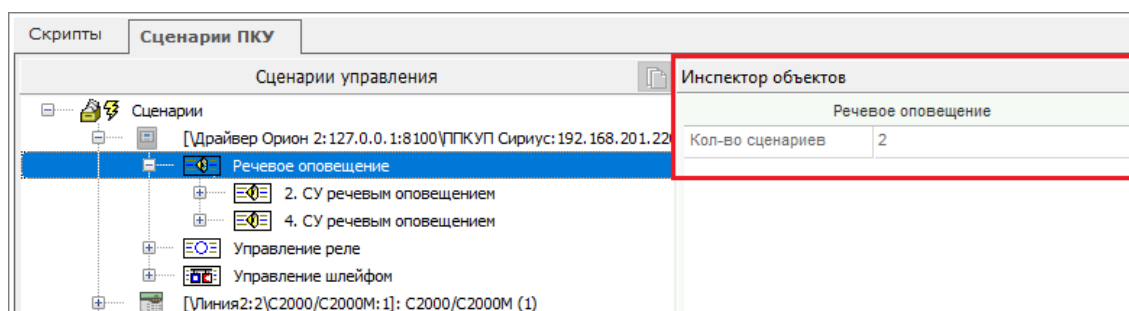

Рисунок 6-651 Информация в инспекторе объектов для типа аппаратного сценария
- при выборе в дереве сценариев узла «Тип аппаратного сценария» в инспекторе объектов отображается количество аппаратных сценариев соответствующего типа (см. Рисунок 6-651), созданных для устройства ПКУ, которому принадлежит выбранный тип аппаратного сценария;